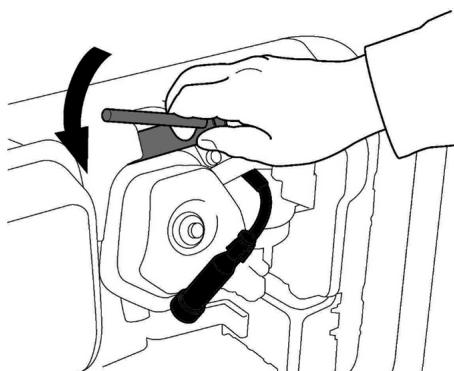

Рис. 21 Обслуживание свечи зажигания
- Открутите свечу зажигания свечным ключом (Рис. 21).